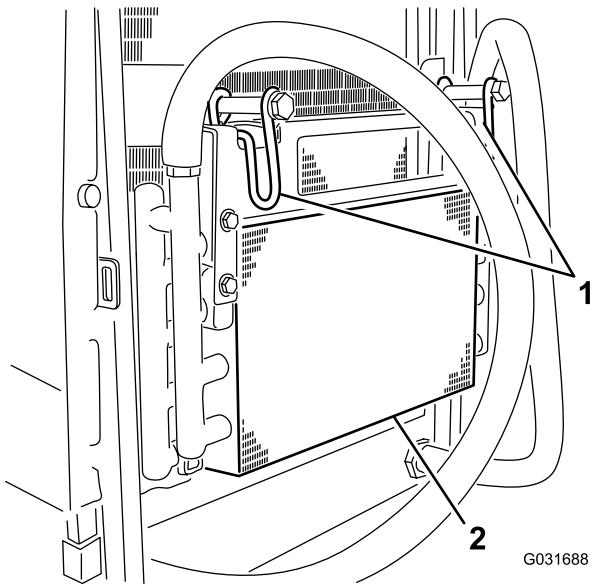

図 51
5. オイルクーラのラッチを内側に倒してオイルクーラを外す図 51